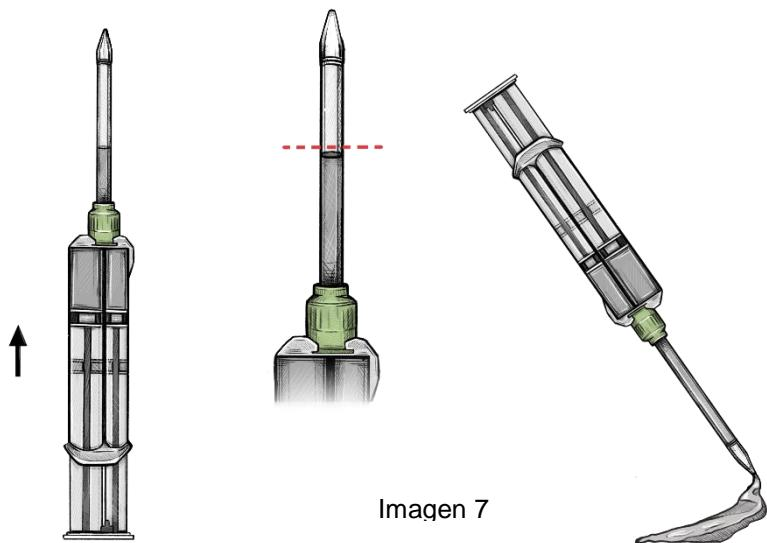

Imagen 7
12. Cebe la punta del aplicador comprimiendo el émbolo hasta que la punta del aplicador se llene de soluciones y se expulse una cinta de aproximadamente 3 cm de largo de NE'X Glue® sobre una superficie desechable estéril (por ejemplo, una gasa). Se recomienda comenzar el cebado con la jeringa en posición vertical hasta que la mitad de la punta del aplicador se llene de soluciones. Cuando las soluciones llenen aproximadamente la mitad de la punta del aplicador, siga comprimiendo el émbolo y apunte la punta hacia abajo en ángulo hacia una superficie estéril para expulsar la cinta de NE'X Glue® (fig. 7).